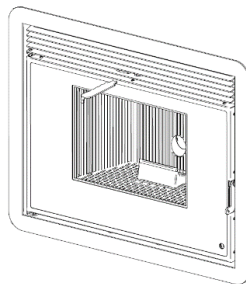

Figura 23 – Instalação inserível a pellets
- A quantidade de ar que flui para a frente do equipamento e a que flui através dos tubos para canalizar o ar pode ser ajustado, utilizando para a mesma o acessório para abrir a porta e os fechos de segurança. Coloque à parte traseira do acessório entre a grelha na sua parte central como mostra a Figura 23. É possível verificar que há uma peça em que se encaixa perfeitamente e é capaz de rodar e mover um deflector que faz com que o ar seja dirigido para a frente ou para os tubos de ar. Para segurança, há sempre uma quantidade mínima de ar que tem que sair na frente do equipamento. Depois de ajustar a posição deve-se remover o acessório, de modo que esteja sempre frio.